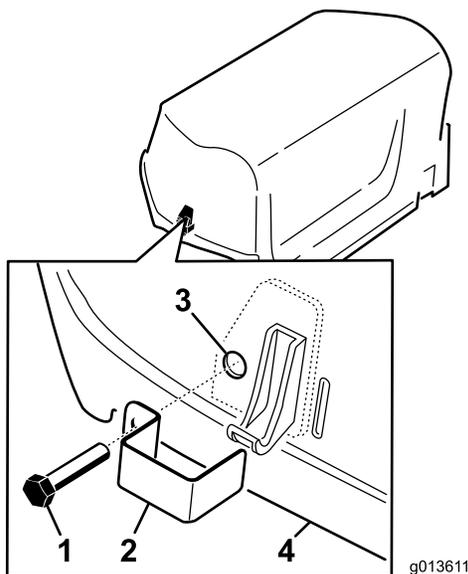

Рисунок 7
1. Установите скобы над левой и правой защелками капота, используя самонарезающий болт (всего 2 шт.) (Рисунок 7).
2. Используя плоскогубцы или разводной ключ, наверните на каждый болт стопорную шайбу с внутренней фиксацией (1-2 витка резьбы) для фиксации болтов (Рисунок 7).